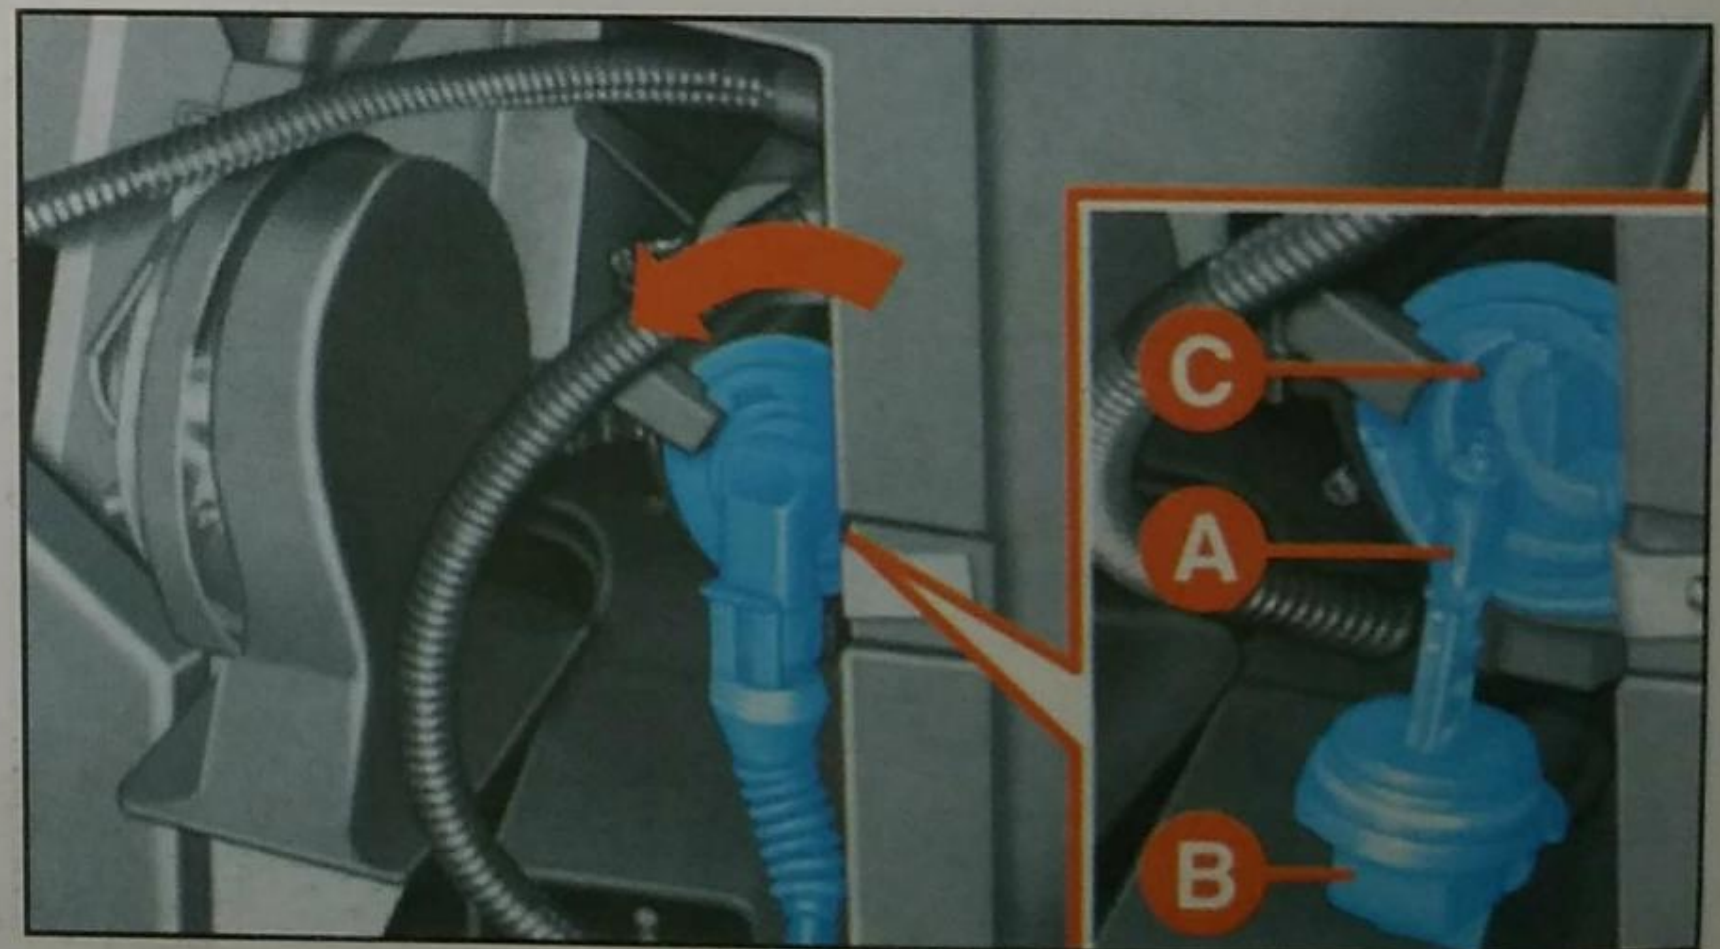

Fig. 19
3) Girar en sentido antihorario el conjunto portalámpara entero y soltarlo de su alojamiento **fig. 19**.